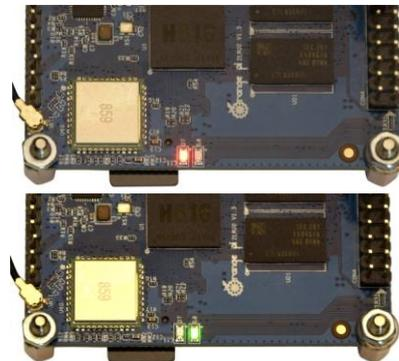

Figure V-3
- ✓ Repérer les deux minuscules led (une rouge et une verte) présentes sur le module nano-ordinateur OPZ (figure V-3 ci-contre), car elles vont permettre de suivre l'évolution du démarrage de l'ensemble du système.
- ✓ Le déroulement de ces actions dure environ une dizaine de secondes. Le constat de l'arrêt effectif du système est visible par l'extinction de la led verte présente sur le nano-ordinateur (figure V-3).